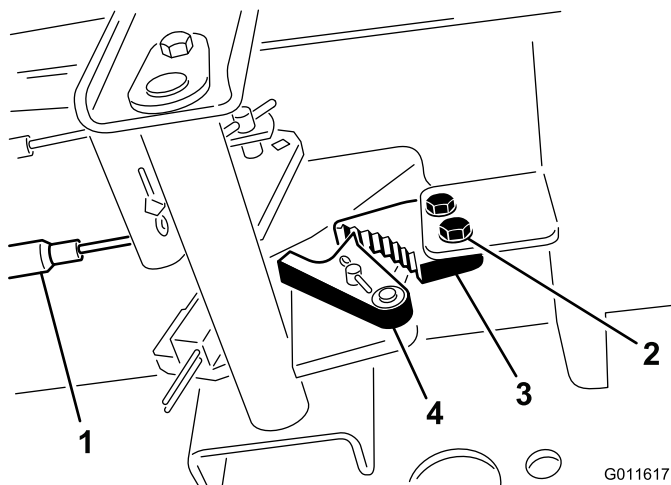

Figura 67
1. Solte os 2 parafusos que prendem a lingueta do travão de estacionamento à estrutura (Figura 67).
2. Carregue no pedal do travão para a frente até o detentor do estacionamento engatar completamente na lingueta do travão (Figura 67).